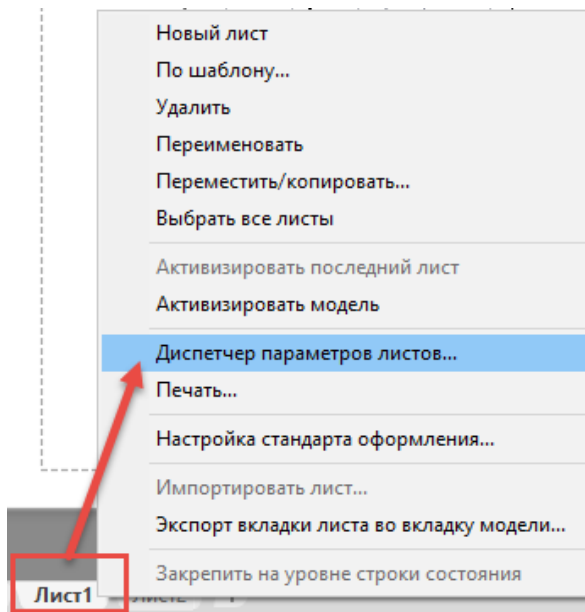
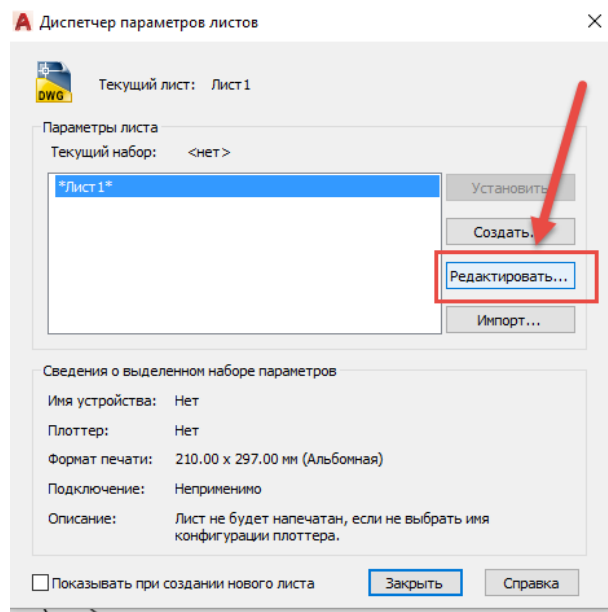

Рис. 4.19. Контекстное меню вкладки **Лист**
Рис. 4.20. Диалоговое окно Диспетчер наборов параметров листов
1. Для создания чертежа детали перейдите на вкладку **Лист1** (рис. 4.18). В контекстном меню вкладки **Лист** выберите строчку **Диспетчер параметров листов** (рис. 4.19). В открывшемся окне нажмите кнопку **Редактировать** (рис. 4.20), установите формат листа A3(420×297).